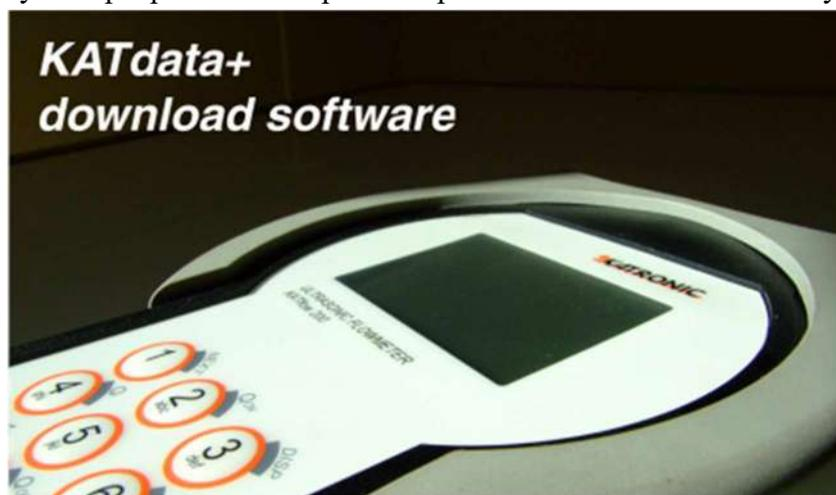

Рисунок 6 – Заставка программы KATData+
4.2.1 При запуске программы на короткое время появится заставка Рисунок 6: